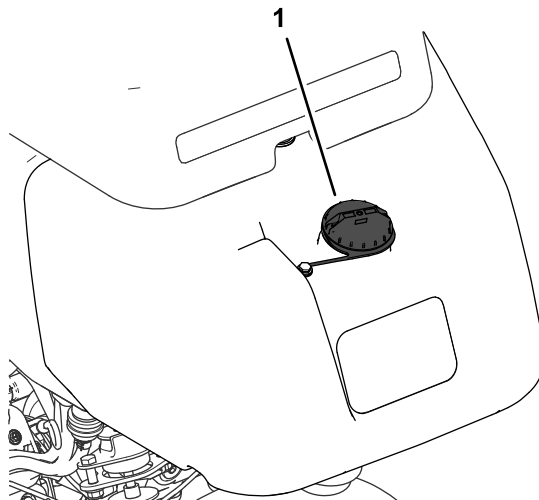

Figura 21
1. Curățați în jurul capacului rezervorului de combustibil și îndepărtați-l (Figura 21).